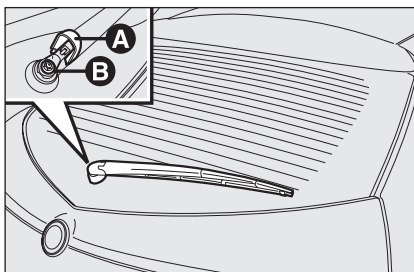

fig. 15
- ☐ soulever la protection **A**-fig. 15 et démonter le bras de la voiture, en dévissant l'écrou **B** qui le fixe au pivot de rotation;